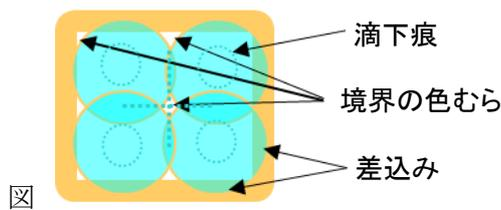

図 3 従来方式による課題
高精細・高応答パネルを量産するにあたり、従来方式の液晶滴下装置で高精細パネル用の液晶滴下を行うと、パネル品質上の課題として①液晶材料の広がり不良、真空溜り②色むら、滴下痕③応答性向上等があり、液晶材料を極微量且つ高精度で平坦化塗布できる技術と装置の開発が求められていた(図3)。